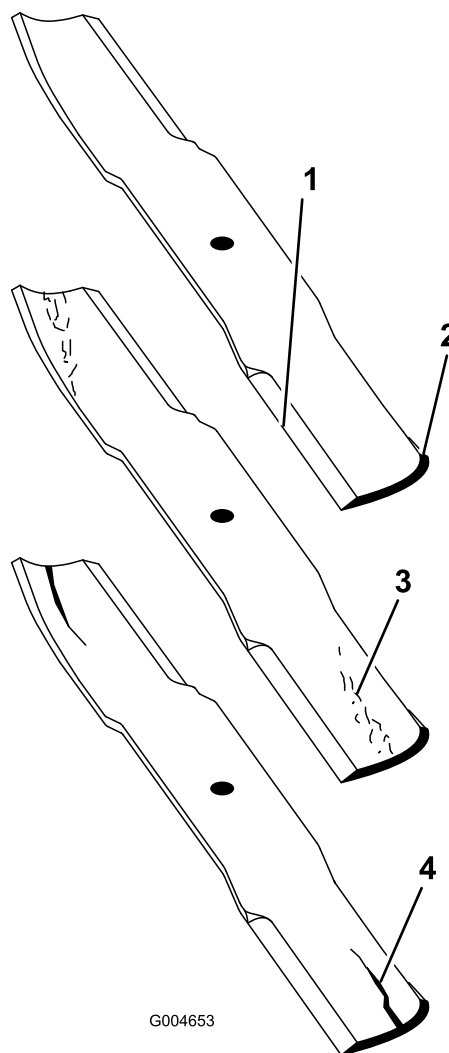

Figura 104
2. Verificate accuratamente i taglienti, con particolare attenzione ai punti d'incontro delle sezioni piatta e curva della lama (Figura 104).
Nota: Sabbia e materiali abrasivi possono consumare il metallo che connette le sezioni piatta e curva della lama, per cui si consiglia di controllare la lama prima di usare il tosaerba. Se riscontrate segni di usura (Figura 104), sostituite la lama.